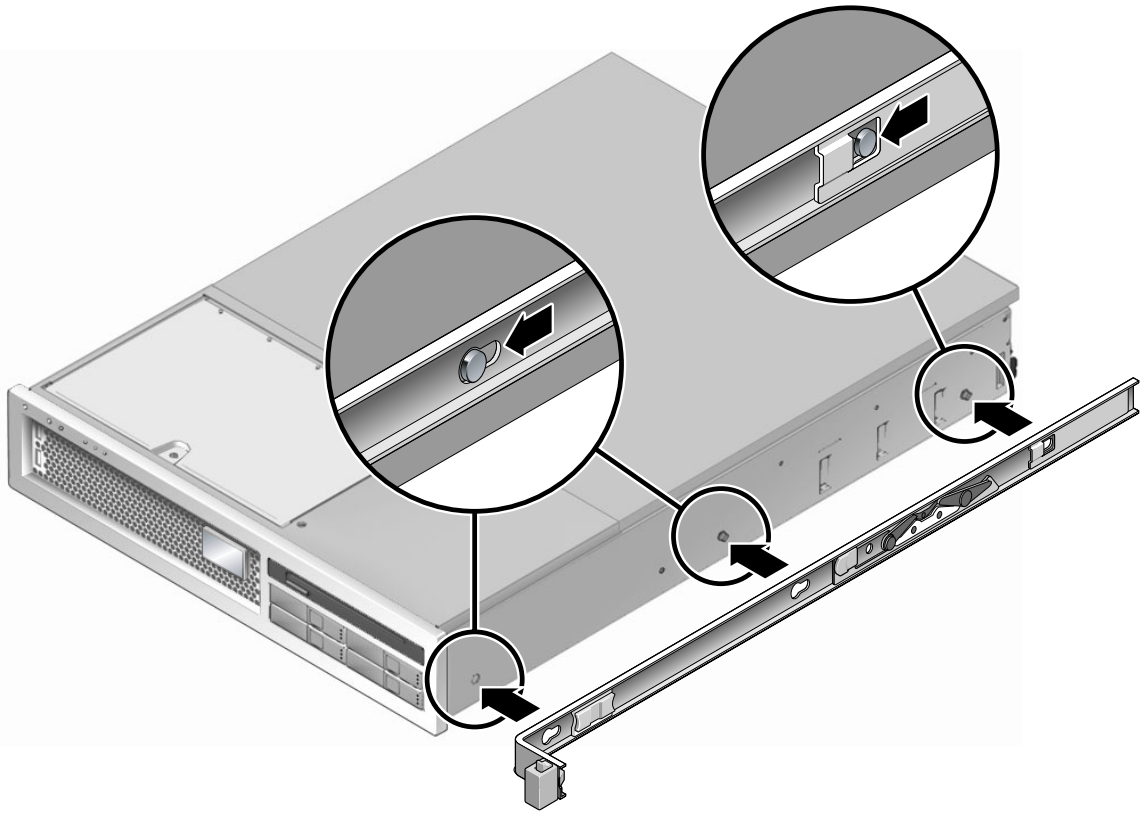

图 2-4 将安装托架连接到机箱
- a. 根据机箱（图 2-4）调整安装托架的位置，使滑轨锁位于前部，并使安装托架上的三个齿状开孔与机箱侧面的三颗定位钉对齐。
- c. 检验三颗定位钉是否落入齿状开孔内，并检验后部的定位钉是否与安装托架锁咬合，如图 2-4 的右侧所示。